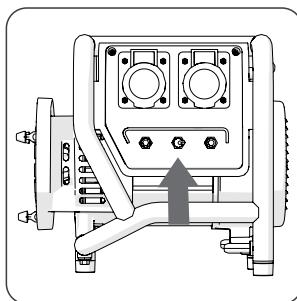

Fig. 2 (Vue de la version professionnelle pour le Royaume-Uni)
- S'il y a lieu, sélectionnez le voltage requis en mettant l'interrupteur de sélection sur 230V ou 110V. (**Fig. 2**)